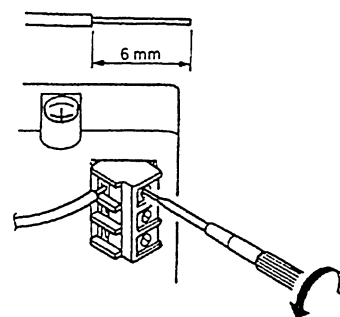

図5.1 押締入力端子形の場合
- 1) 押締入力端子形の場合リード線末端の皮覆を約 6 mm むいてそのまま入力端子に差し込みネジを締め固定します (図5.1)。